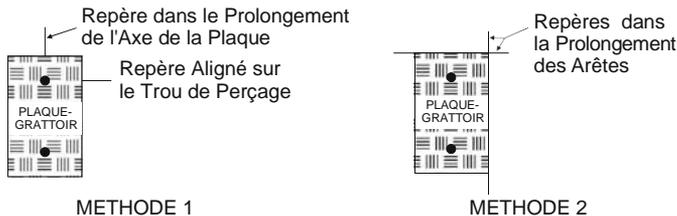

Figure 3-4
- T Pour garantir un positionnement précis du densimètre, marquez la zone de mesure avant de retirer la tige de perçage (Figure 3-4).